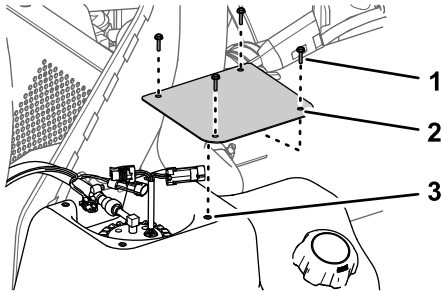

Figura 79
2. En el depósito de combustible, retire los 4 tornillos (Nº 10 x ¾") que sujetan la tapa a la parte superior del depósito de combustible, y retire la tapa (Figura 79).